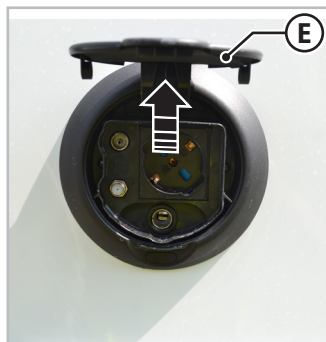

Fig. 6.34 - Prise multimédia externe
2. Soulever le couvercle (E - Fig.6.34) de la prise située sur le côté du véhicule.